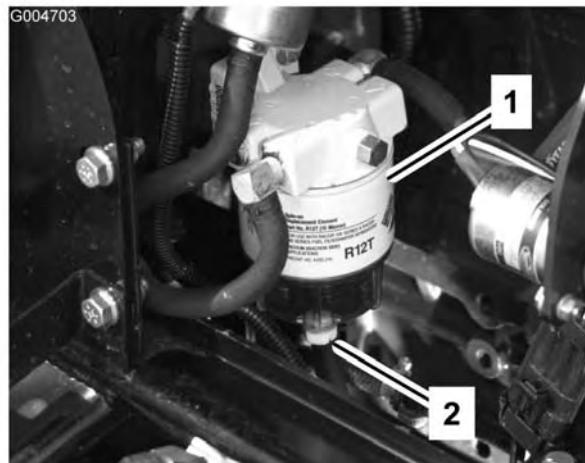

Bild 50
Entleeren Sie Wasser und andere Fremdstoffe täglich aus dem Wasserabscheider (Bild 50).
2. Lösen Sie die Ablassschraube an der Unterseite der Filterglocke (Bild 50). Ziehen Sie anschließend die Verschlusschraube wieder fest.